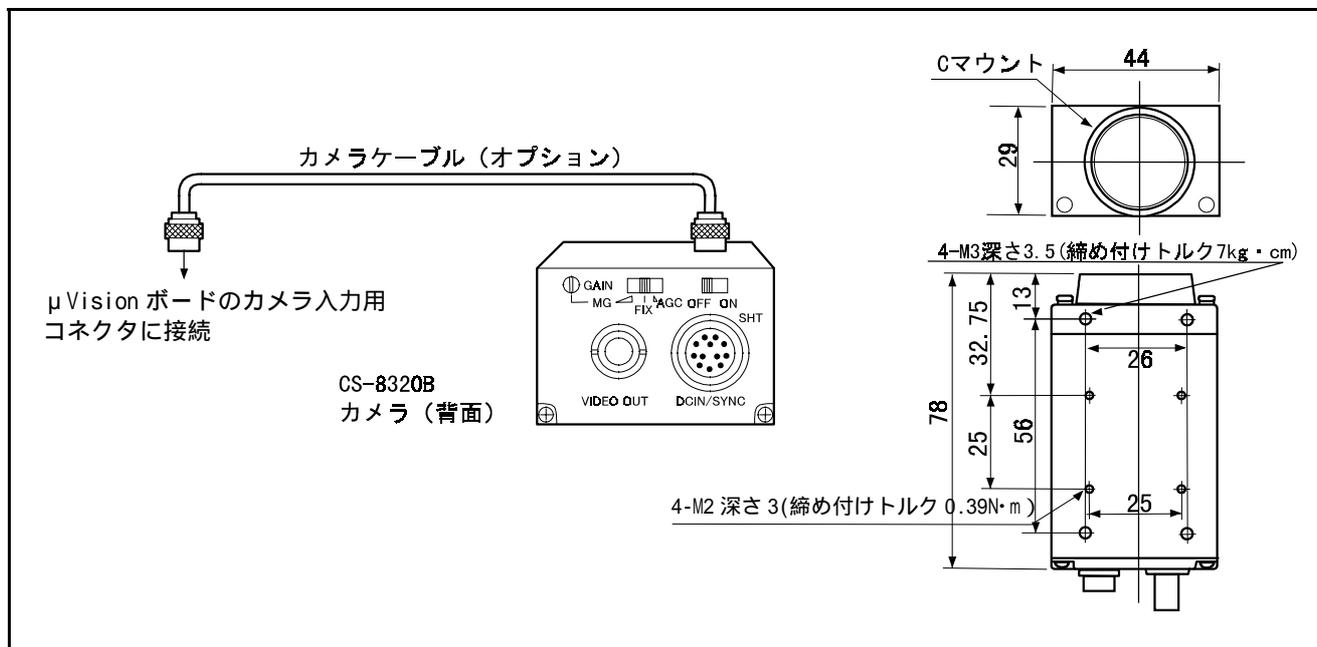

図2-1 カメラの寸法と各部の名称
- : カメラを設備へ取り付けの場合ネジで図2-1の締め付けトルクにより、しっかりと固定してください。